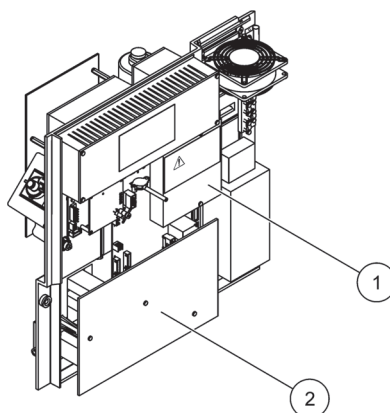

Рисунок 14 Снимите защитные крышки
Чтобы снять защитную крышку, смотрите Рисунок 14
3. Отвинтите два винта защитной крышки и снимите крышку (позиция 1, Рисунок 14 на стр. 25).
6. Отвинтите три винта, фиксирующих нижнюю крышку панели. (позиция 2, Рисунок 14 на стр. 25). Снимите панель.
3. Снимите защитную крышку (Рисунок 14 на стр. 25).